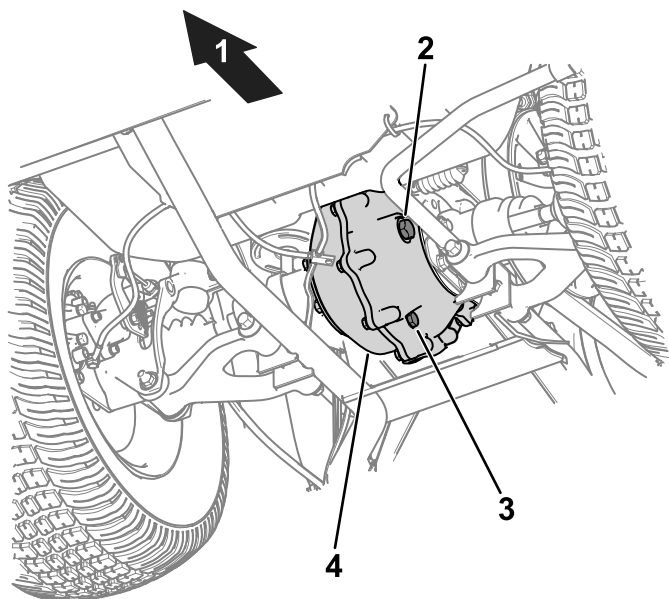

Figura 48
1. Scoateți buionul de umplere de pe transmisie (Figura 48).
2. Dacă nivelul lichidului este scăzut, scoatei buonul de umplere i adăugai lichidul specificat până când acesta iese prin orificiu (Figura 48).
1. Aezai o tavă de golire sub buonul de golire (Figura 48).
2. Îndepărtați buonul de umplere (Figura 48).
3. Îndepărtați buonul de golire i lăsați lichidul să se scurgă complet (Figura 48).